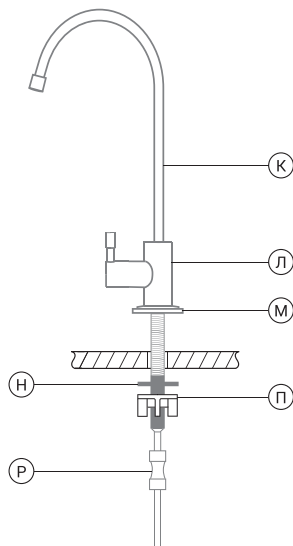

Рис. 11
2. Произведите монтаж крана (рис. 11) в следующей последовательности: